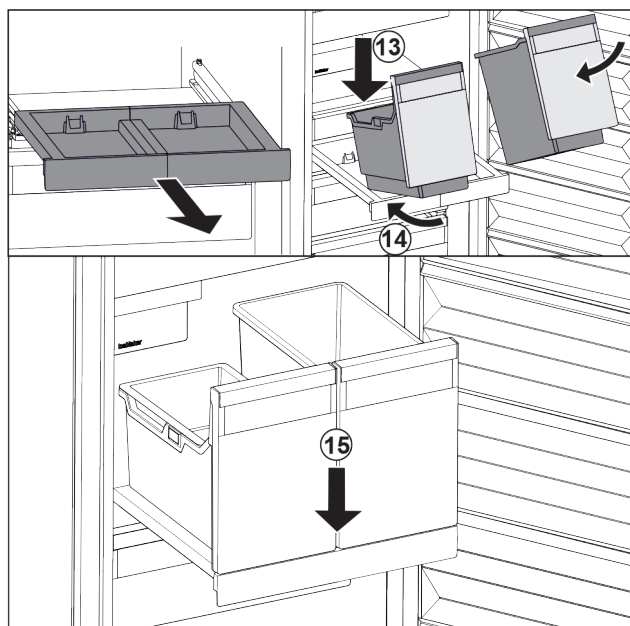

Fig. 100
- ▶ Nasadte nádobu šikmo na vysouvací desku. Fig. 100 (13)
- ▶ Zasuňte nádobu šikmo dozadu. Fig. 100 (14)
- ▶ Usadte vpředu nádobu. Fig. 100 (15)